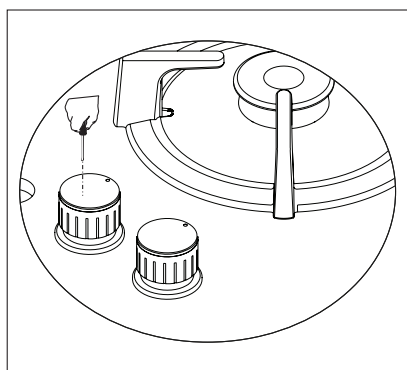
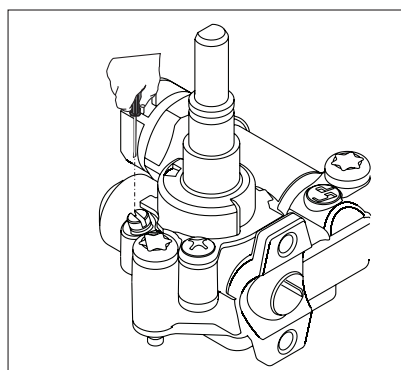

Рис. 7
Рис. 8
5. Затем снимите с плиты кнопки управления (рис. 7) и настройте подачу газа, как показано на рис. 8, слегка повернув отверткой. Для LPG поверните болт по часовой стрелке. Для природного газа поверните болт один раз против часовой стрелки.